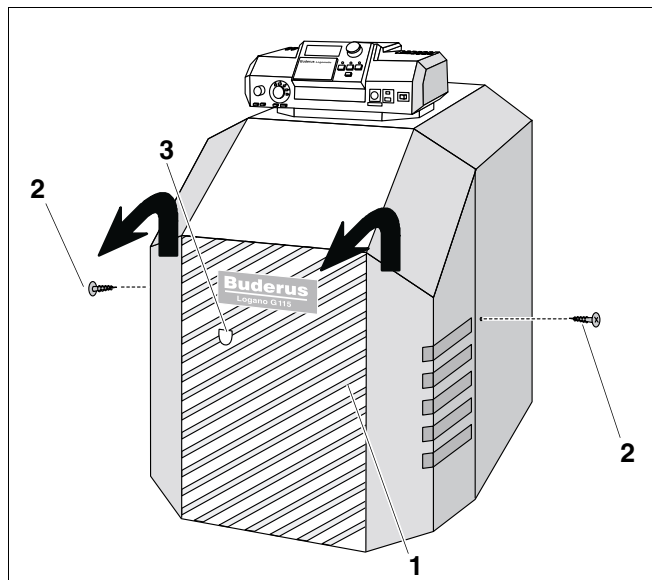

Fig. 5 Smontaggio cuffia del bruciatore
Se la caldaia Logano G115 è dotata di un bruciatore Logatop del tipo BE, è possibile azionare il tasto di riarmo attraverso il foro della cuffia del bruciatore (fig. 5, **pos. 3**). Non è necessario smontare la cuffia del bruciatore.
- Allentare le due viti di sicurezza (fig. 5, **pos. 2**) della cuffia del bruciatore (fig. 5, **pos. 1**).
- Smontare la cuffia del bruciatore (fig. 5, **pos. 1**).